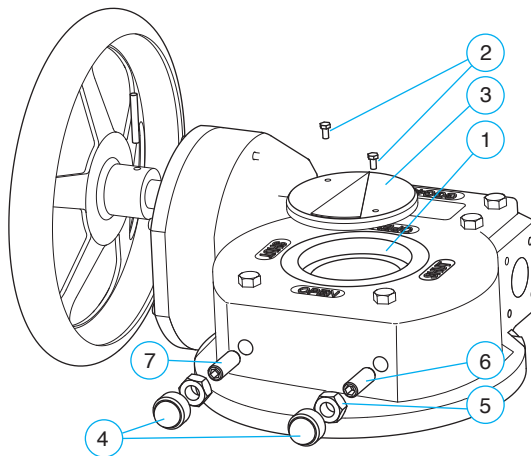

Abbildung 10. Handgetriebe.
5.1. Demontage und Wiedereinbau des Handgetriebes ProGear/ Rotork Die genannten Teilenummern beziehen sich auf Abbildung 10.
Die genannten Teilenummern beziehen sich auf Abbildung 10.